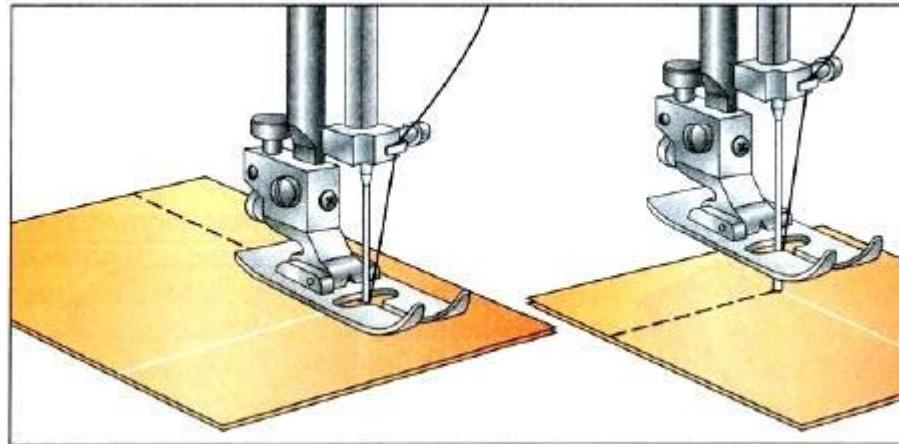

Рис. 37. Обтачивание
3. Обтачивать детали, т. е. проложить машинную строчку по контуру детали точно по линии шва начиная и в конце работы (рис. 37).